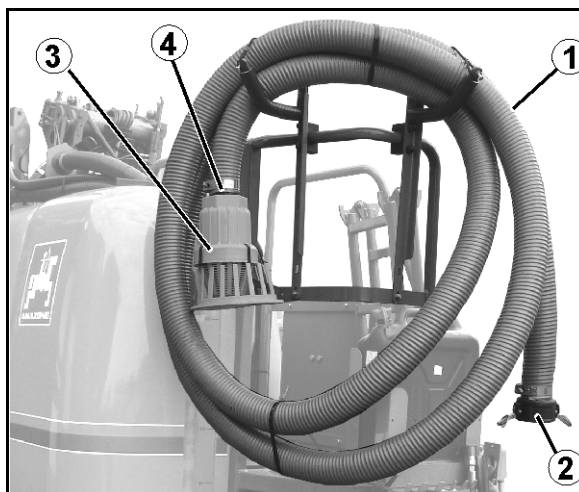

Fig. 55
- electronic (Fig. 55/1) (opțiune)
- mecanic (Fig. 55/2)